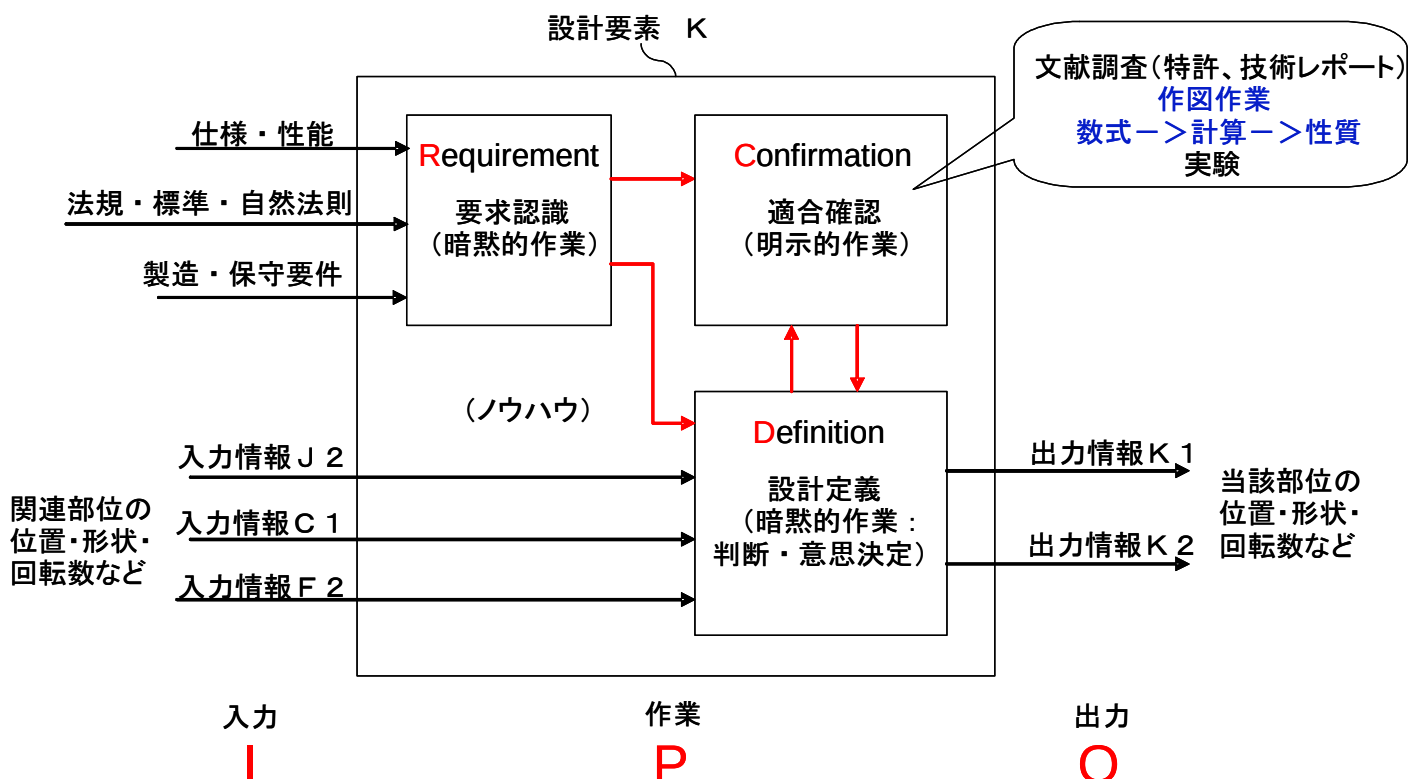

図9 : 設計（要素）とは
設計プロセス設計を語っている以上、まず“設計とは”を定義するのが科学的態度ですが、学術的定義は筆者には少々荷が重いので、そちらは専門書にゆずるとして、IPOに何を書くかの観点で設計業務のイメージを共有できればと思います。設計要素も1つの設計ですから、本質は変わりません。図9.に設計要素をさらに分解しました。中沢氏が提唱している、RDC (Requirement, Definition, Confirmation) モデル (5) のアイデアを加味しています。設計要素はRDCによって構成されます。
とはいえ、より良い判断をするためのヒントはノウハウとして伝承したいですから、IPOに、設計時の注意事項や参照すべき技術レポートなど極力付記します。なお、図9．RDCは設計を理解するため導入した概念で、Pの中身にそんな複雑なことを書く必要はありません。書くのはプロセス名とノウハウです。CADテンプレート開発の場合は、作図・計算ロジックを加えます。私見では、文献調査で裏をとったり、実験しなければパラメータを決められないなら、それらも設計の内ですのでプロセスとして書き出すべきでしょう。